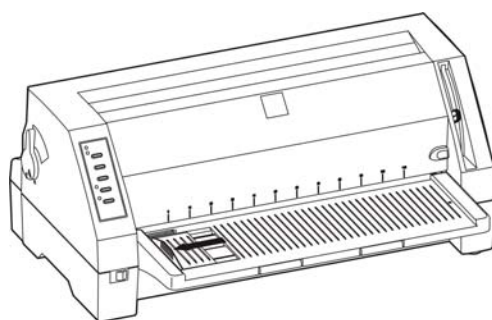

图 3-8 移动挡纸板至最左边
3. 将托纸板上的挡纸板移至最左边，以免阻碍连续纸出纸（如图 3-8 所示）。